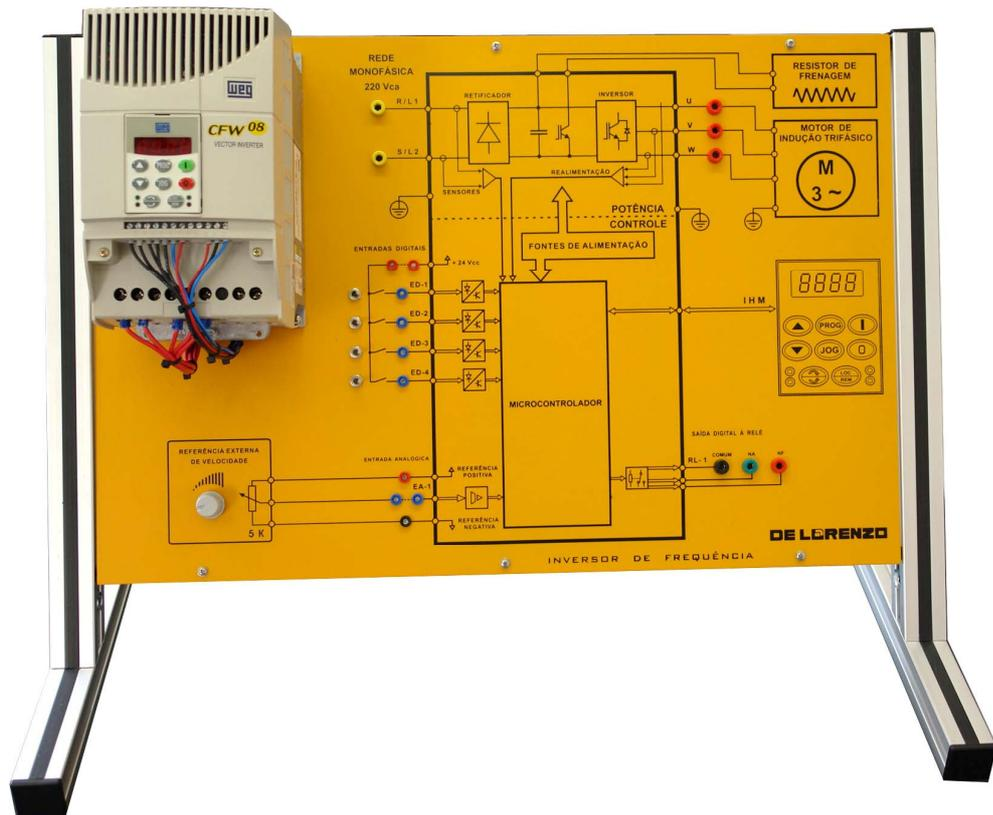

Figura 1 -Inversor de frequência WEG CFW-08 em um Painel elétrico didático da De Lorenzo
- 1.1.** Posicione, sobre a banca, o Inversor de frequência WEG CFW-08 em um Painel Elétrico Didático da De Lorenzo, conforme a Figura 1 e, antes de conectar qualquer componente elétrico / eletrônico, desligue a alimentação geral.